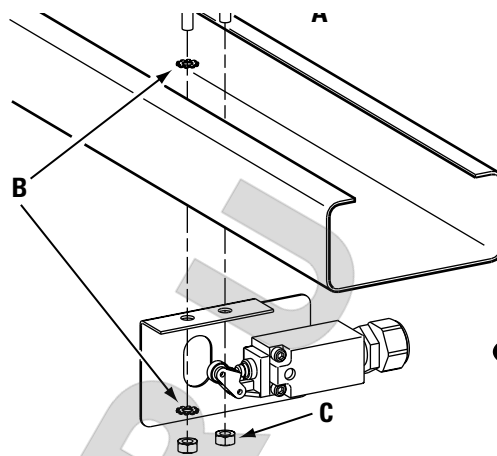

Рис. 9
Установите сборочную часть переключателя в направлении стойки с силовым блоком ,используя (2) 1/4"-20NC x 3/4" (дл.) болта ННCS ,гайки 1/4"-20NC и звездообразные шайбы 1/4" ,см. рис. 9. Для монтажа в узком и 3-метровом отсеке см. шаг 9б ,для остальных комплектаций перейдите к шагу 10.